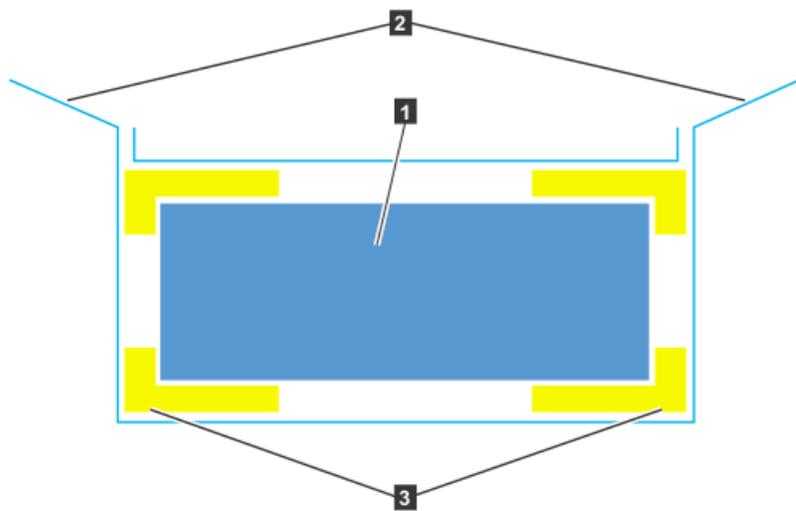

図 13. 梱包材
3. 42 ページの図 13 に示すように、配送用の箱の隅を切断し、下へ折り返して拡張エンクロージャーの側面と前面を露出させます。